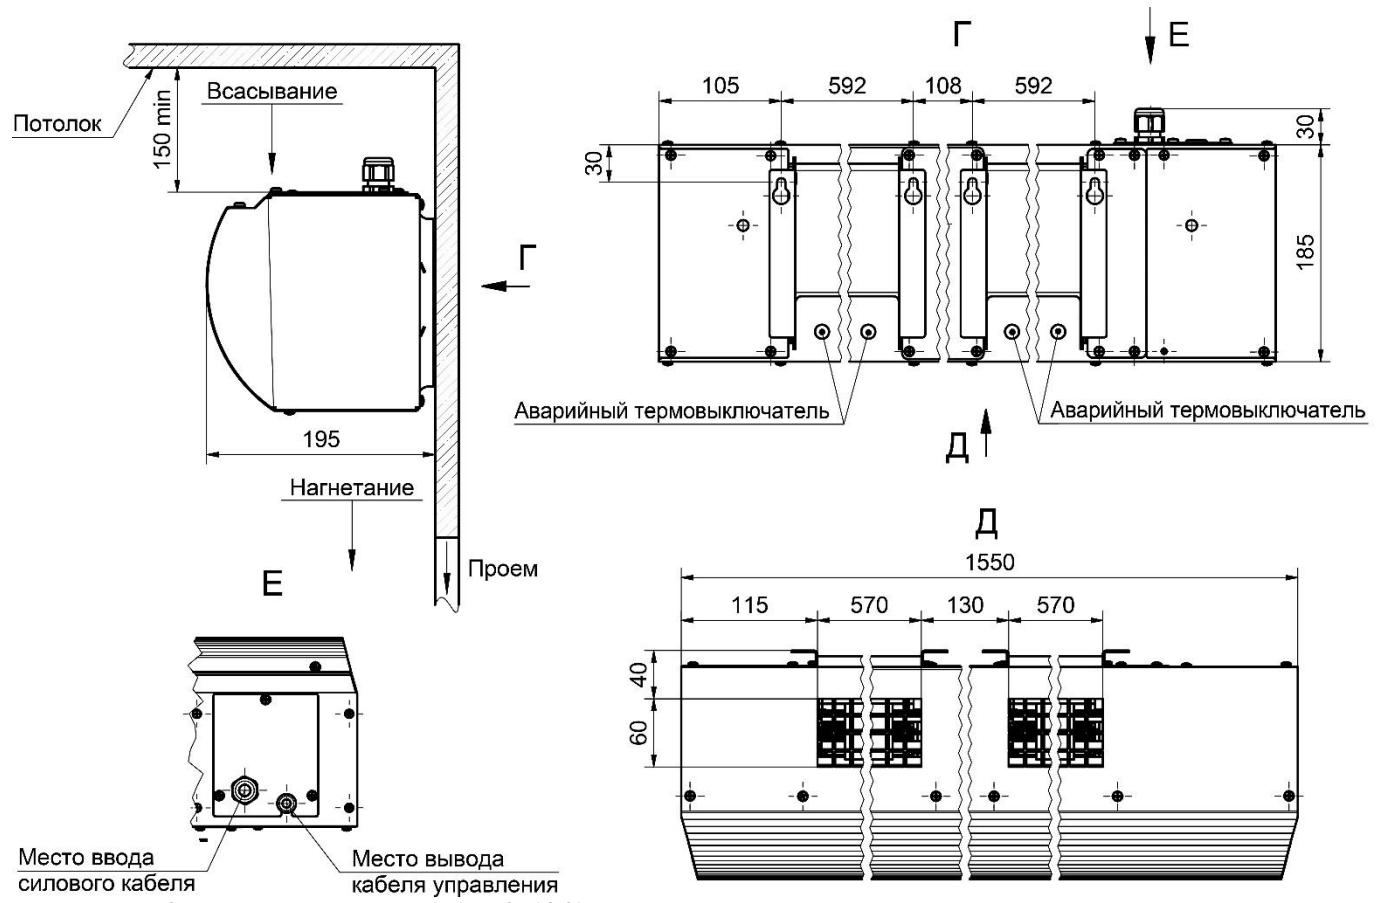

Рисунок 2-Электрическая схема КЭВ-6П1261Е
7.3.2 Питание завес КЭВ-4;5П1141Е и КЭВ-3;4;5П1151Е осуществляется от однофазной электрической сети с напряжением **220В/50Гц**. Питание завес КЭВ-8;10П1061Е осуществляется от трехфазной электрической сети с напряжением **380В/50Гц**. Завеса КЭВ 6П1261Е заводской сборки подключается к сети **220В/50Гц**. Для ее подключения к трехфазной сети самостоятельно, необходимо снять перемычки (рисунок 2) и подключить трехфазный пятижильный кабель следующим образом: Защитный и нулевой проводники соответственно к клеммам РЕ и N, фазу С на клемму F, фазы В и А-на две свободные клеммы. При переводе завесы КЭВ-6П1261Е на трехфазное питание необходимо сделать соответствующую запись в п.14 настоящего Паспорта, а на табличке устройства зачеркнуть (забить) «220В».